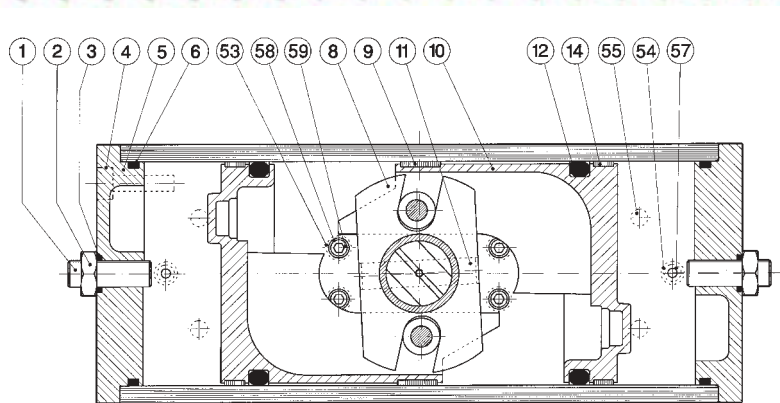
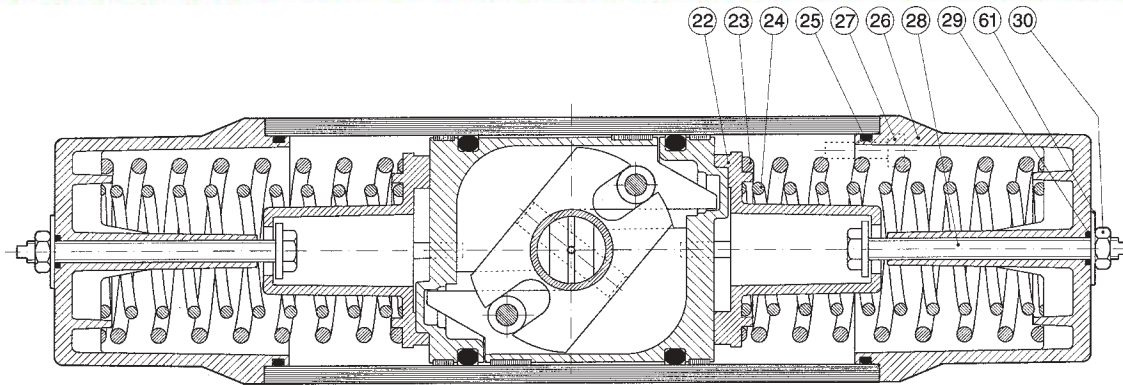

Fig. 1 Actionneur RC88-DA, vérin supérieur vu de dessus.
Fig. 4 Actionneur RC88-SR, vérin supérieur vu de dessus.
La figure 1, page 2 représente le montage standard des actionneurs DA. Le couple de rotation maximum est obtenu en position "clapet fermé". Les pistons se trouvent en leur position extrême et peuvent être réajustés de $\pm 3^{\circ}$.
Par opposition au type DA, les pistons des actionneurs SR sont tournés de 180° (pivotés), voir à cet effet la figure 4, page 3. On obtient de cette manière une augmentation du couple de rotation en bout du mouvement de rotation, alors que la force exercée par le ressort s'est réduite.
Lorsque les pistons d'un actionneur SR sont montés tels que représentés à la figure 1, la fonction "ressort fermé" se transforme en "ressort ouvert". Le réglage des positions de butée se fait en position "fermé". Lorsque les pistons d'un actionneur DA sont montés tels que représentés à la figure 4, le réajustage se fait en position "clapet ouvert".
4. Installer les pistons conformément à la figure 4, page 3.